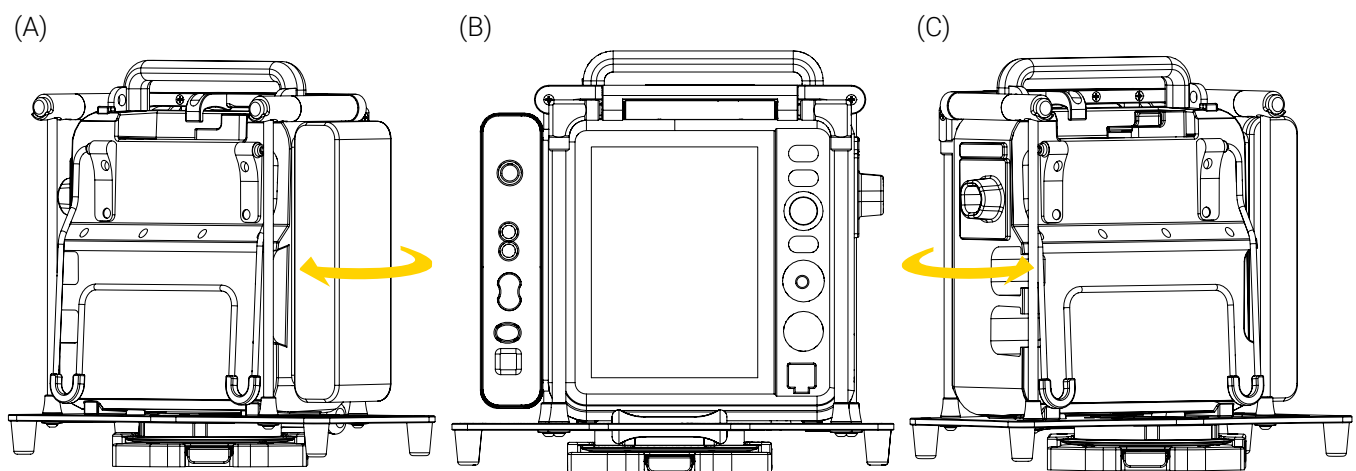

Figure 12: Opération du support
3. Tourner le support dans le sens horaire ou antihoraire (Figure 12), jusqu'à la position désirée au besoin.